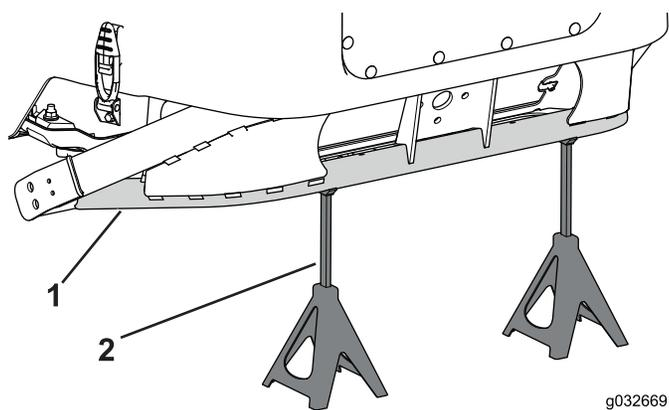

Figura 115
2. Utilizzate un martinetto per sollevare la parte posteriore della macchina a sufficienza per montare le ruote estive e sostenere il telaio con i cavalletti metallici (Figura 115).
6. Utilizzate un martinetto per abbassare le ruote estive a terra e sostenete la parte posteriore del telaio con cavalletti metallici (Figura 115).